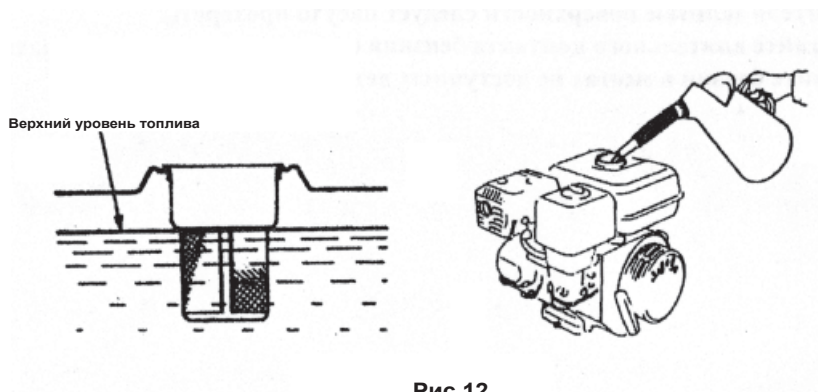

Рис.12
- б) Если уровень бензина низок, долейте бак. Уровень бензина не должен быть выше горловины топливного фильтра (рис. 12).